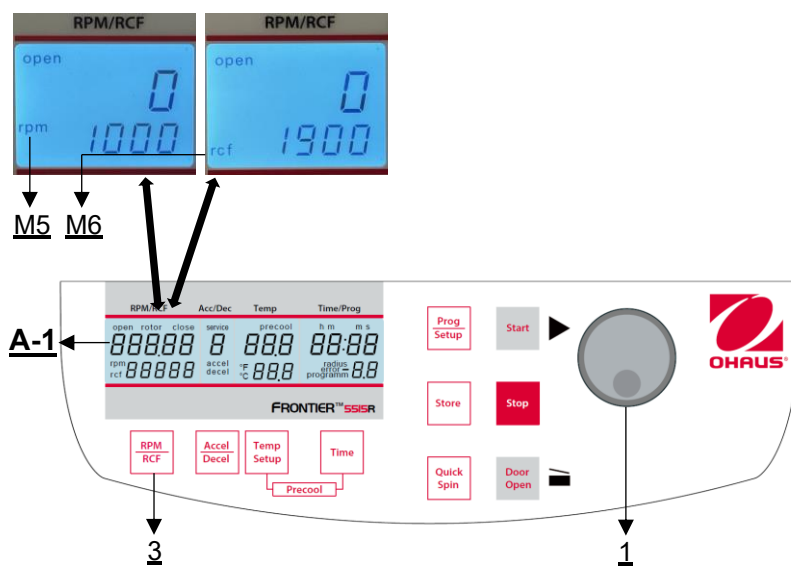

Figura 15
La preselezione viene attivata tramite il tasto **"RPM | RCF"** (3) (vedere **Figura 15**). Premendo una volta il tasto lampeggia la parola **"rpm"** (M5). Premendo due volte il tasto è possibile la preselezione delle forze centrifughe. Appare quindi la parola lampeggiante **"rcf"** (M6). È possibile impostare i valori desiderati con la manopola di regolazione (1). Sul display (A-1) il valore regolato è visualizzato in modo permanente, prima, durante e dopo la corsa.